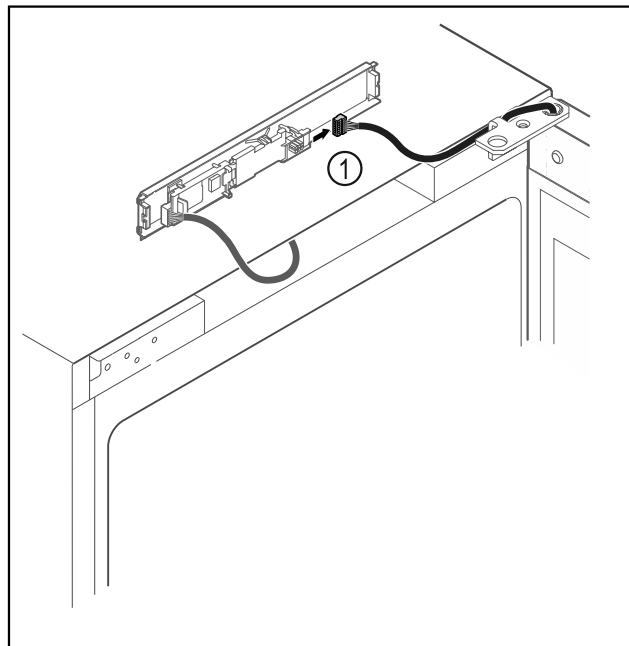

Fig. 13
- ▶ Tõmmake pistik Fig. 13 (1) trükkplaadist välja.